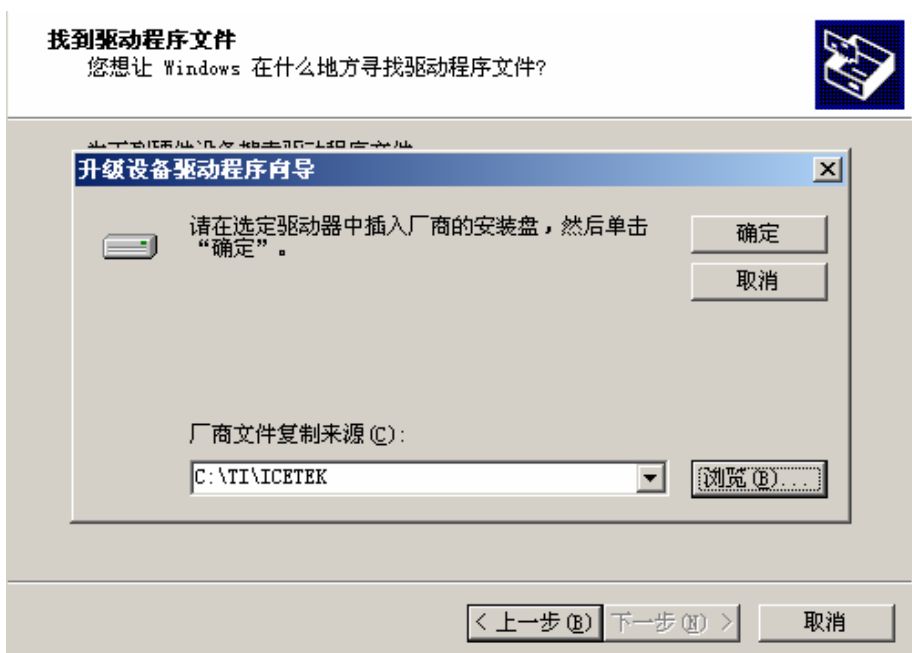

图 4.9 开发软件 USB 开发系统驱动安装示意图 4
- G. 下一步，从浏览中选择刚才安装的路径；例如默认安装在 C:\TI 目录下，那么路径就要选择 C:\TI\ICETEK(图 4.9)。其他系列